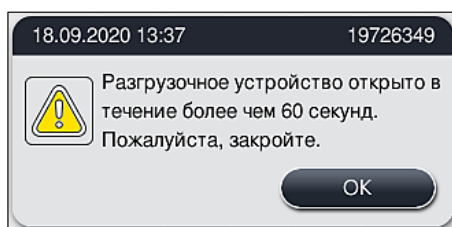

Рис. 91
- Если загрузочное устройство остается открытым в течение более 60 секунд, пользователь получает соответствующее информационное сообщение (→ "Рис. 91").